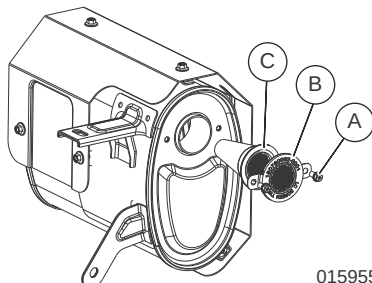

Figura 4-6. Pantalla del supresor de chispas
1. Consulte la Figura 4-6. Afloje y retire los tornillos (A).
2. Inspeccione la pantalla (B) y cámbiela si está rota, perforada o dañada de alguna otra forma. Si la pantalla no está dañada, límpiela con un solvente comercial.
3. Sustituya el cono del supresor de chispas (C) y la pantalla (B). Fíjelos con los tornillos.